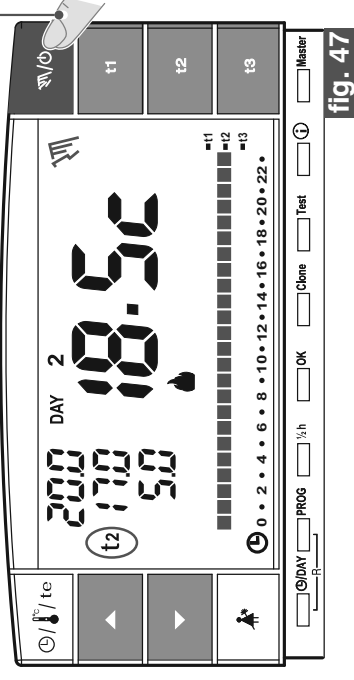

fig. 47
7.1(B) FUNCIONAMIENTO MANUAL PERMANENTE
- Mantener presionada la tecla “” (unos 4 seg.), el símbolo “” permanecerá fijo. El nivel de temperatura actual se aplica a todas las horas del día (ej. fig. 47).